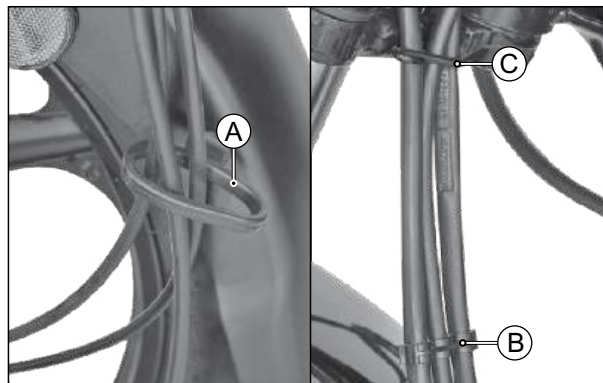

Fig. 6.99
- Remova o cabo do freio dianteiro das guias (A e C) e desencaixe da presilha (B). (Fig. 6.99)